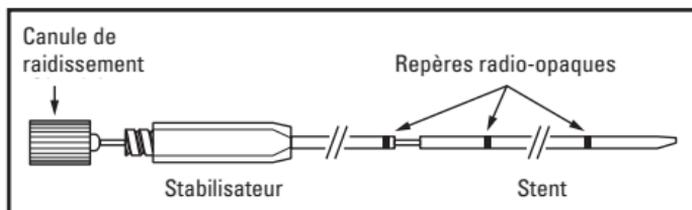

Figure 2. Système de stent
3. Pour introduire la canule de raidissement flexible dans le stent, faire glisser le redresseur de boucle sur le stent (de façon proximale, puis distale) afin de redresser les boucles. Une fois la canule mise en place, retirer le redresseur de boucle. Voir la figure 2.